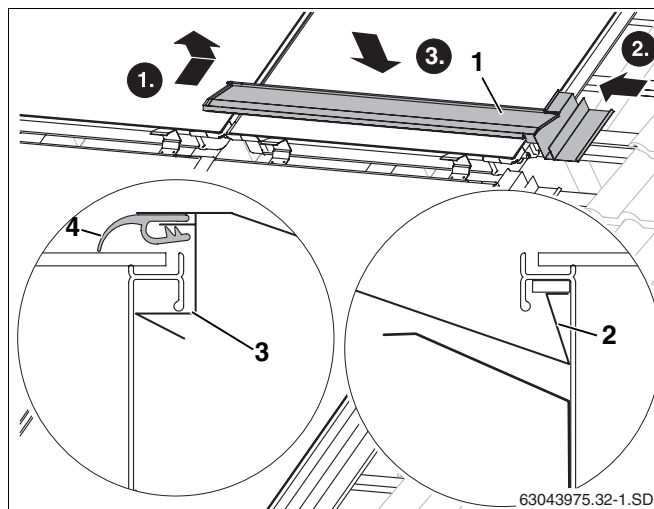

Рис. 51 Установка первого среднего накладного листа
- Уложить отогнутый край накладного листа (рис. 51, поз. 2) в раму коллектора.
- Подвести накладной лист (рис. 51, поз. 1) к коллектору и вставить в правой боковой накладной лист.
- При нажатии на лист он входит под раму коллектора (рис. 51, поз. 3).
- Сверху на коллектор нужно уложить и вытянуть резиновый язычок (рис. 51, поз. 4).